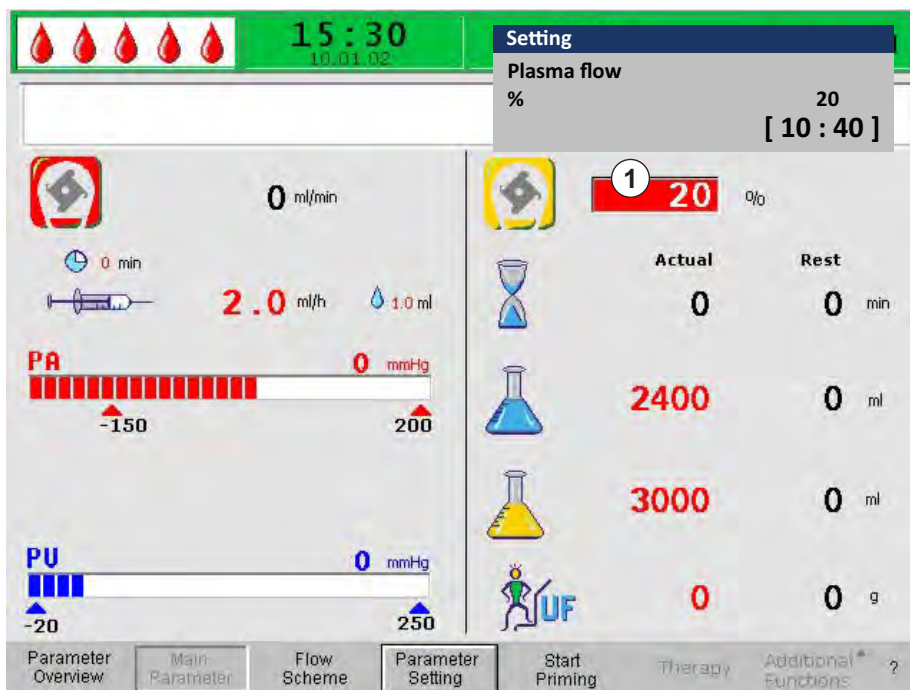

Рис. 3-19 Установка параметра на экране *Main Parameter* (Основной параметр)
- ☞ Поле значения параметра отображается на красном фоне с белой меткой (Рис. 3-19, ①).